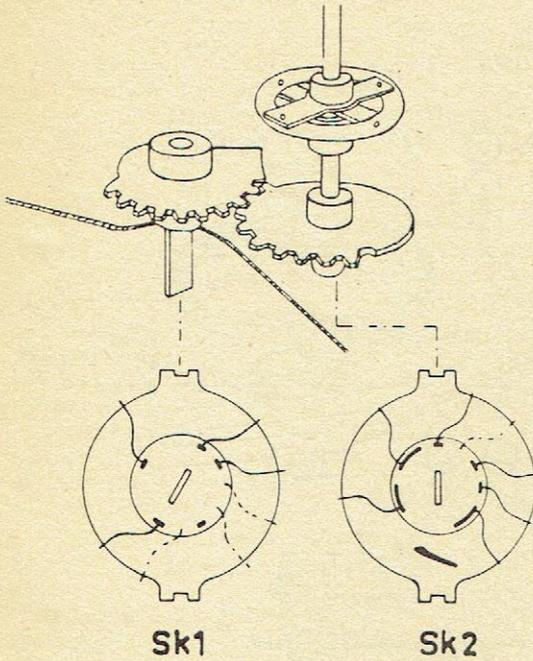

Fig. 1.
k) Segments de crémaillère (Voir la fig. 1).
Les segments de crémaillère qui actionnent les commutateurs SK 1 et SK 2 doivent être ajustés lorsque le bouton de commande est dans la position « Reproduction ». Veiller à la position de la gâchette SK 1 indiquée dans la figure 1.